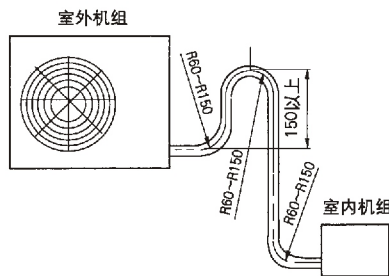

图 7
- 注：(1) 本机组允许连接管最大长度为 15 米。机组所配连接管长度为 5 米，若要加长，推荐每加长 1 米连接管追加制冷剂 40 克。
- (2) 室内、外机高度差必须小于 5 米。
- (3) 当室外机比室内机高时，必须将铜管弯制“回油弯”如图 7。
- (4) 请将带波纹一端的连接管安装在室内侧。